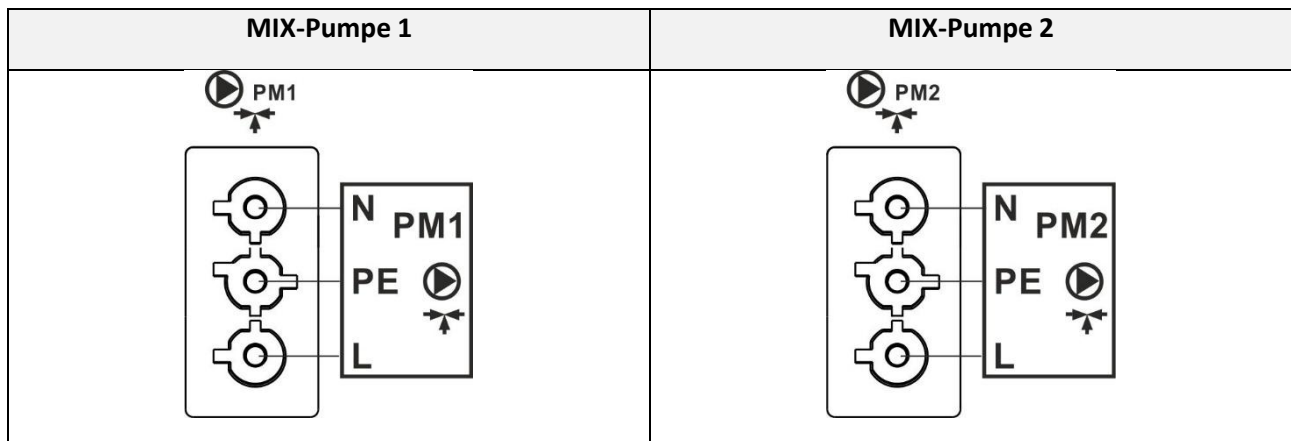

Abbildung 21: Schaltplan der MIX-Pumpen
- Schließen Sie die MIX-Pumpe über den Anschluss oben auf der Schalttafel an das Steuergerät an (siehe Abbildung 21), entsprechend der technischen Dokumentation des Pumpenherstellers.